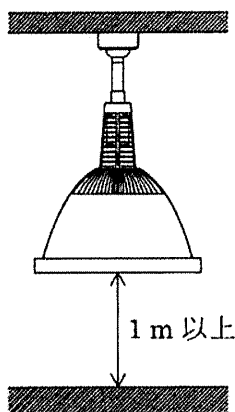

図 3.
- * この器具は、器具下面と被照射面との距離を 1m 以上離してください。（図 3）